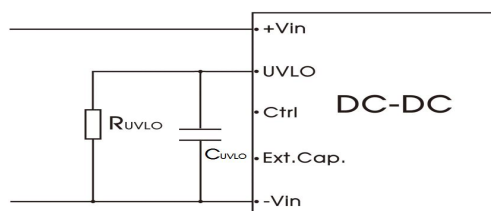

图 9
3. UVLO 引脚可以通过外部电阻 R_{UVLO} 调节输入欠压保护点, R_{UVLO} 的具体数值请参考图 9, 如果该引脚悬空, 欠压保护点为 11V。
3. 电阻 Ruvlo 用于调节输入欠压保护点, 取值可参考图 9。